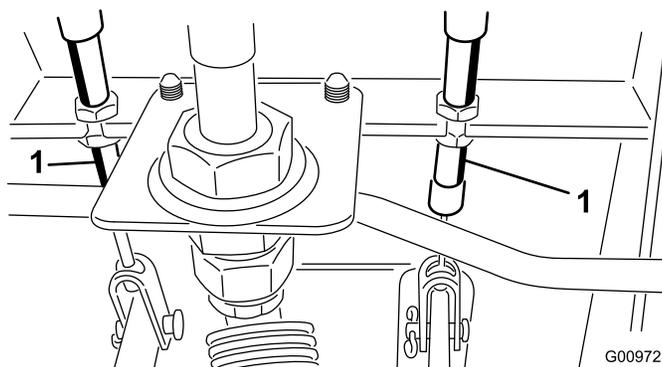

Figura 79
- A. Afloje la tuerca delantera del extremo roscado del cable de freno (Figura 79).